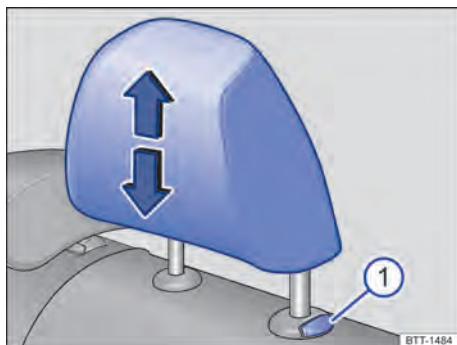
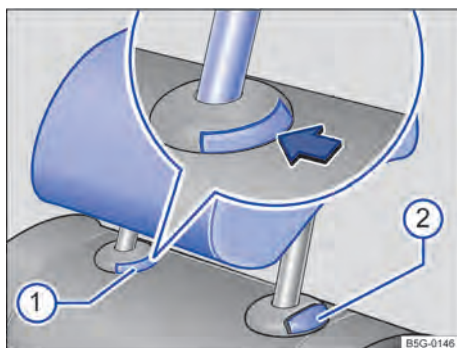

Fig. 83 Nos assentos laterais traseiros: remover o apoio para cabeça.
Fig. 84 No assento traseiro central: remover o apoio para cabeça.
2. Empurrar o apoio para cabeça para baixo com o botão → Fig. 83 ① ou → Fig. 84 ①.
2. Retirar totalmente o apoio para cabeça com o botão → Fig. 83 ① ou → Fig. 84 ① pressionado.